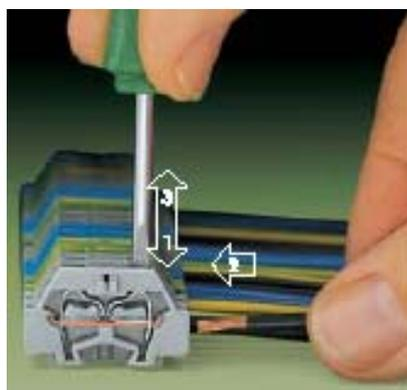

Рис. 5.4 Подключение проводников. Цифрами обозначена последовательность действий
- Подключить к клеммам 6 (рис. 2.2) провода трёхфазных кабелей, как показано на рис. 5.4. Провода подключать в соответствии со схемой изображённой на обратной стороне крышки клеммной колодки. Первыми подключать нейтральные (N) провода. После подключения убедиться с помощью монитора линии RML, что порядок чередования фаз на клеммах соответствует указанному на схеме подключения